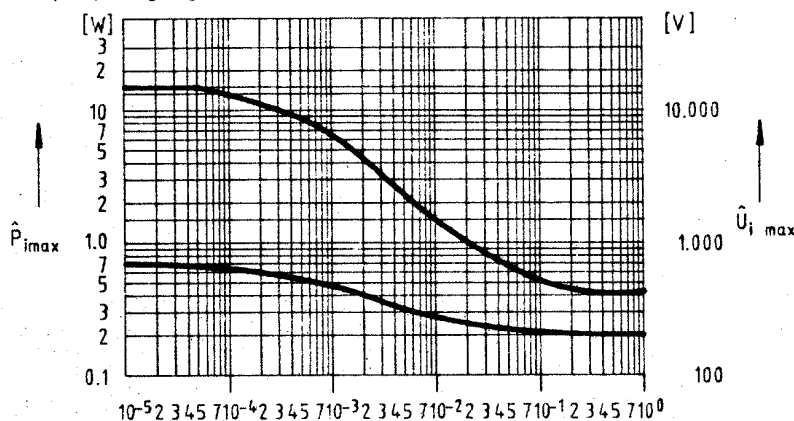

Bild 1.
3. $\hat{U}_i \text{ max}$ und $\hat{P}_i \text{ max}$ sind aus Bild 1 zu entnehmen.